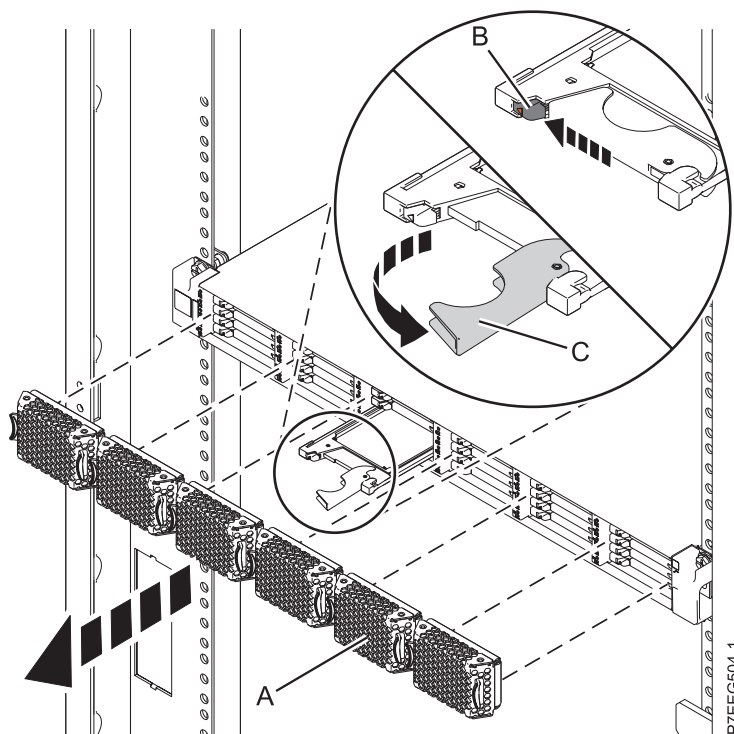

Figura 38. Extracción de la unidad de estado sólido de Alojamiento de almacenamiento PCIe de EDR1
4. Cuando el LED de identificación de la unidad de estado sólido se encienda de manera fija, deslice suavemente el pestillo de liberación (B) por encima para desbloquear el asa de la unidad. Consulte Figura 38.
5. Agarre el asa (C) y saque parcialmente la unidad de la ranura.